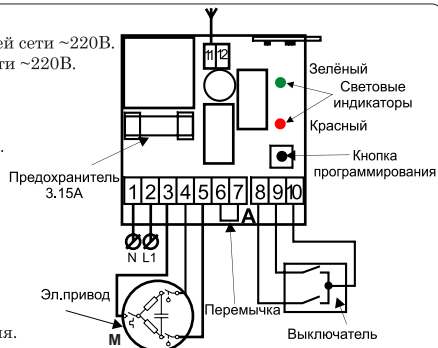

Рисунок 3.
- Ознакомиться со стандартной схемой подключения (см. Рис.3).
- Нажать кнопку программирования (см. Рис.3). В отсутствие подаваемых команд с выключателя или мини-пульта.